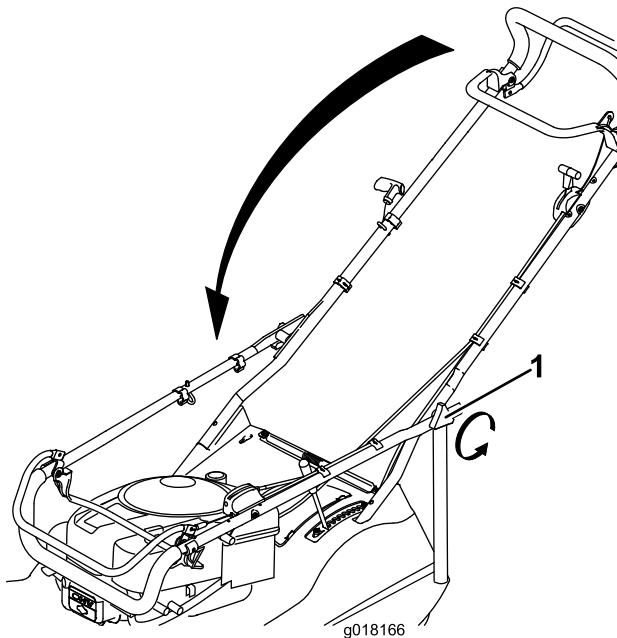

Figura 29
2. Doble el manillar hacia adelante (Figura 29).